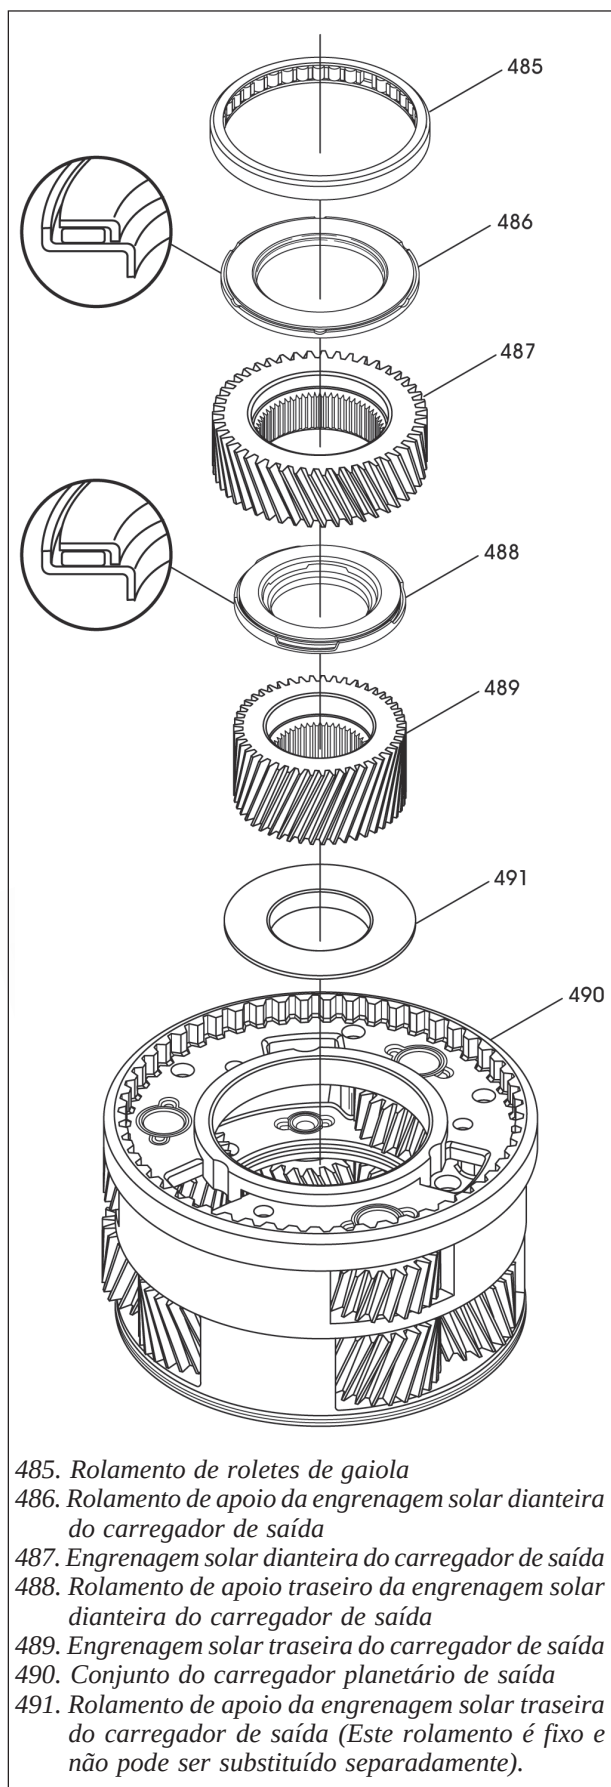

Figura 126
8. Instale a engrenagem solar traseira do carregador de saída, conforme mostra a figura 126.
9. Instale o rolamento de apoio da engrenagem solar traseira na posição mostrada pela figura 126.
10. Instale a engrenagem solar dianteira no carregador, conforme mostra a figura 126.
11. Instale o rolamento de apoio dianteiro da engrenagem solar dianteira na posição mostrada pela figura 126.